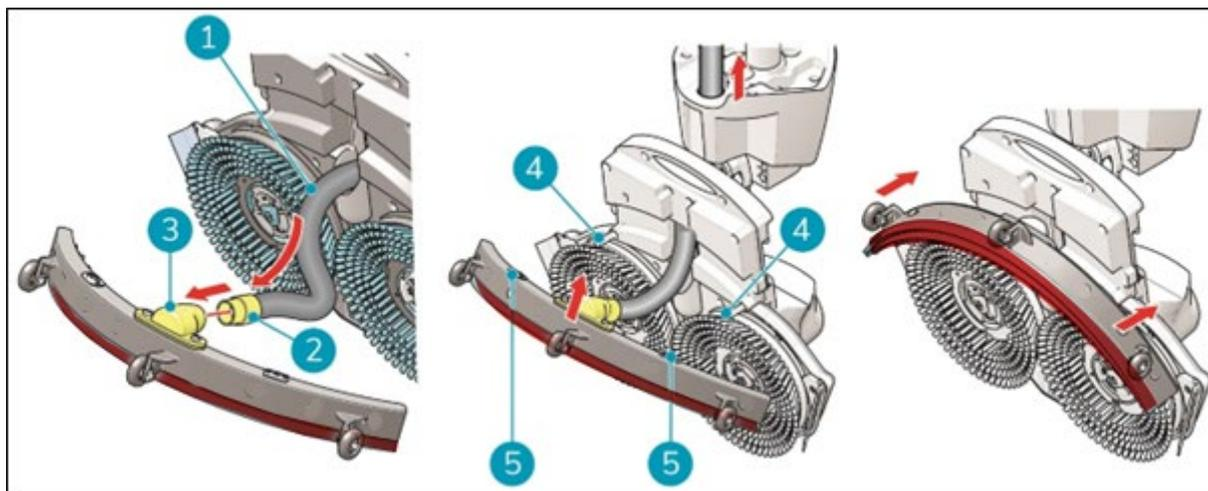

Figure 36
1. Prendre le tuyau d'aspiration (figure 36, pos 1).
2. Insérez le raccord du tuyau (Figure 36, pos. 2) dans la raclette (Figure 36, pos. 3).
3. Tournez le raccord de tuyau d'un quart de tour pour qu'il soit bien ajusté (figure 36, pos 2).
6. Alignez les goupilles du pont de lavage (Figure 36, pos. 4) sur les trous de la raclette ( Figure 36, pos. 5).